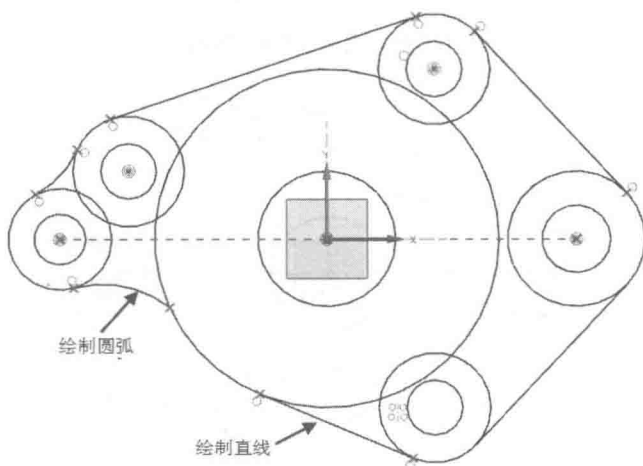

图 1-2-23 绘制直线和圆弧
(13) 在【草图工具】工具条中选择  (直线) 按钮, 在捕捉点工具条中选择  (点在曲线上) 按钮, 然后选择两段圆弧, 绘制一条公切线; 在【草图工具】工具条中选择  (圆弧) 按钮, 在【圆弧】浮动工具条中选择  (三点定圆弧) 按钮, 绘制一条与两圆均相切的圆弧, 结果如图 1-2-23 所示。